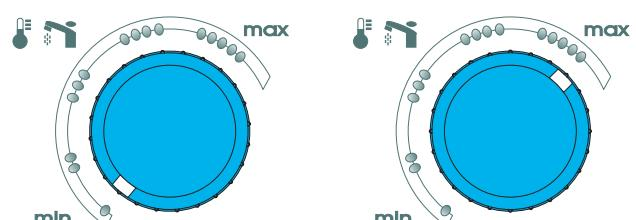

Рис. 12
Вы можете изменять температуру воды с помощью (22) регулятора в диапазоне между отметками **min** и **max** (рис. 12).